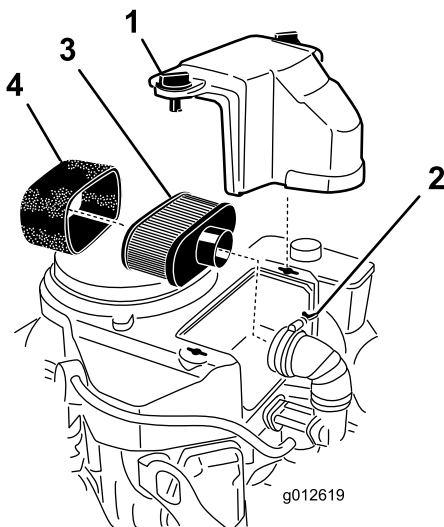

Figura 41
3. Limpie alrededor del limpiador de aire de forma que la suciedad no penetre en el motor y cause daños (Figura 41).
4. Desenrosque los pomos de la cubierta y retire la cubierta del limpiador de aire (Figura 41).
5. Desenrosque la abrazadera y retire el conjunto del limpiador de aire (Figura 41).
6. Retire cuidadosamente el filtro de gomaespuma del filtro de papel (Figura 41).
1. Limpie el elemento de papel golpeándolo suavemente para eliminar el polvo. Si está muy sucio, cambie el elemento de papel por uno nuevo (Figura 41).
1. Deslice cuidadosamente el filtro de gomaespuma sobre el filtro de papel (Figura 41).
2. Coloque el conjunto del limpiador de aire sobre su base o manguera y sujételo con la abrazadera (Figura 41).
3. Coloque en su posición la cubierta del limpiador de aire y apriete el pomo de la cubierta (Figura 41).